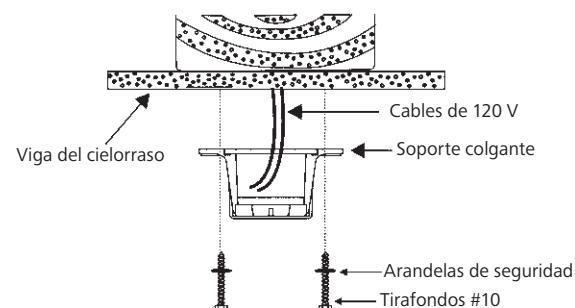

Fig. 7
Paso 4A. Asegure el soporte de montaje directamente a una viga de la estructura de la construcción. Utilice únicamente los tirafondos adecuados y las arandelas de seguridad que se incluyen con su ventilador. (Fig. 7) **NOTA:** ESTE PASO ES SÓLO PARA CANADÁ.
¡PRECAUCIÓN! EL SOPORTE COLGANTE DEBE INSTALARSE DIRECTAMENTE EN LA VIGA DEL CIELORASO UTILIZANDO LOS DOS TIRAFONDOS Y ARANDELAS PROPORCIONADOS. (Fig. 7)